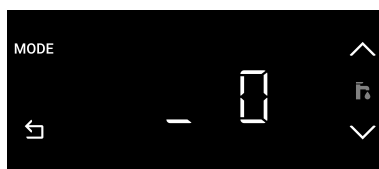

fig. 3 - prima schermata di lettura
- Prima schermata: 0 (vedi fig. 3)